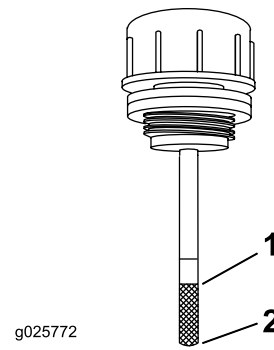

Figure 61
6. Nettoyez la surface autour de la jauge du réservoir du système hydraulique (Figure 61).
7. Sortez la jauge du réservoir hydraulique (Figure 61).
9. Ressortez la jauge et examinez l'extrémité (Figure 61). Si le niveau d'huile est au repère minimum, versez lentement la quantité d'huile qui convient dans le réservoir hydraulique pour faire monter le niveau jusqu'au repère maximum.